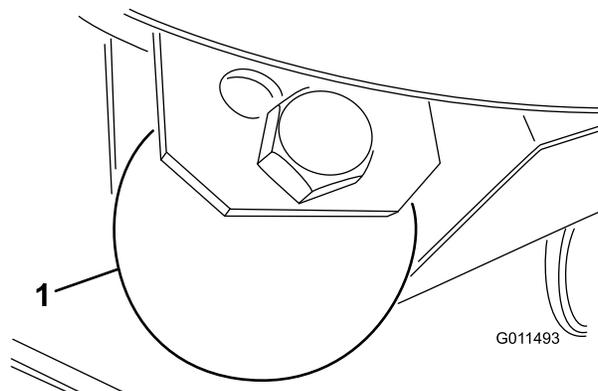

Рисунок 26
1. Снимите болт и гайку крепления копирующего колеса к кронштейнам режущего блока (Рисунок 26).